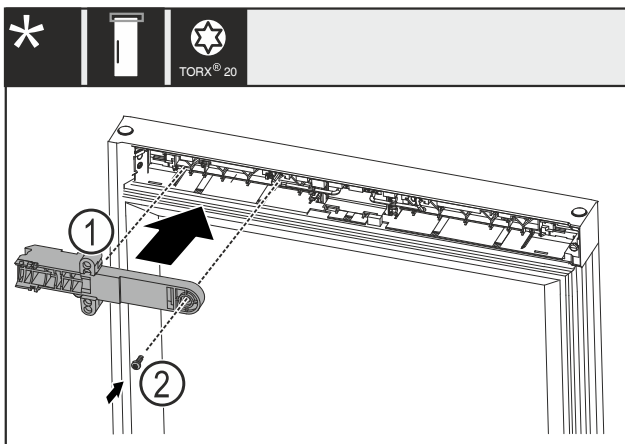

Fig. 26
- Поверните крепежный элемент замка Fig. 26 (1) на 180° и смонтируйте на противоположной стороне.
- Закрепите крепежный элемент замка Fig. 26 (1) при помощи винта Fig. 26 (2).
- ▶ Поверните крепежный элемент замка Fig. 26 (1) на 180° и смонтируйте на противоположной стороне.
- ▶ Закрепите крепежный элемент замка Fig. 26 (1) при помощи винта Fig. 26 (2).